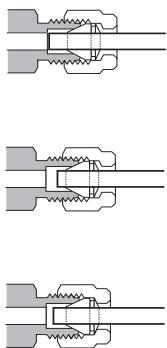

Figura 20. Installazione del raccordo completata
- 10 Entrambi i collegamenti rastremati, sia quello corretto sia quello errato, sono mostrati nella **Figura 20**. Prestare attenzione che l'estremità finale del tubo inserita in un raccordo correttamente rastremato non sia schiacciata e non interferisca con l'azione delle ferrule.